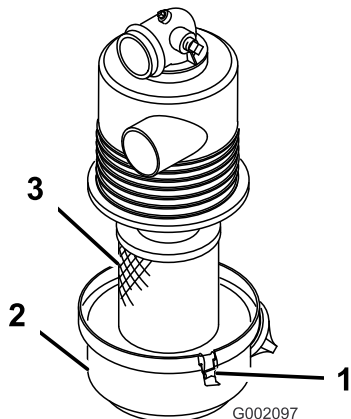

图16
1. 检查空气滤清器壳体是否有可能导致空气泄漏的损坏。确保盖子密封在空气滤清器壳体周围（图16）。
2. 松开将空气滤清器盖固定到空气滤清器外壳上的闩锁（图16）。
3. 从空气滤清器外壳上分离空气滤清器盖，并清洁盖子的内部（图16）。
3. 将空气滤清器滤芯插入空气滤清器外壳（图16）。
4. 将空气滤清器盖与空气滤清器外壳对齐（图16）。
5. 用闩锁（图16）将盖子固定到外壳上。